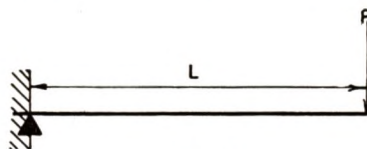

Fig. 14
3. Balk aan het ene uiteinde ingeklemd en aan het andere uiteinde belast met een puntlast P (fig. 14).